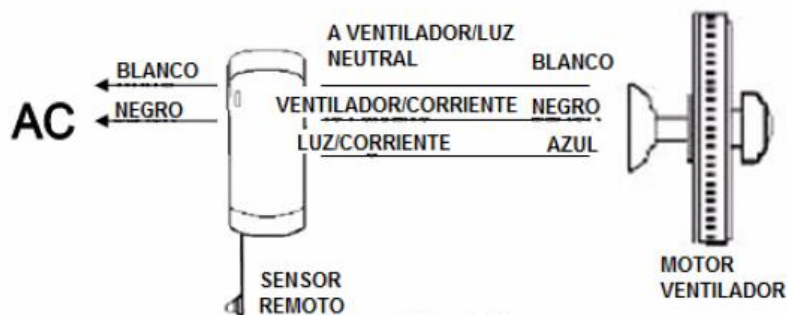

Fig 1.1
2. Conectar los cables del control remoto con los del ventilador y la corriente tal y como se muestra en la Fig. 1.1